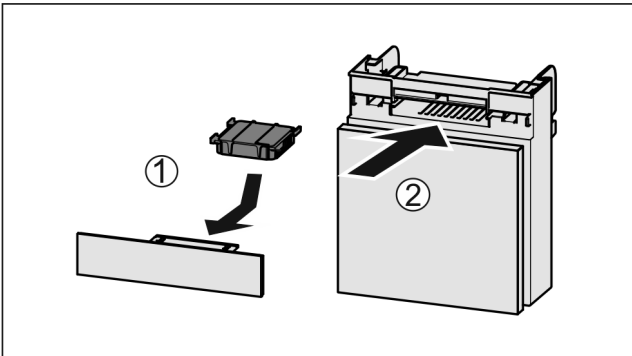

Fig. 81
- Inserire il vano Fig. 81 (2).